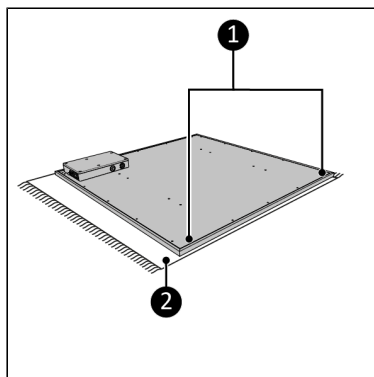

Figure 12.
1. Posez l'appareil sur une surface douce et stable (Figure 12, pos. 2).